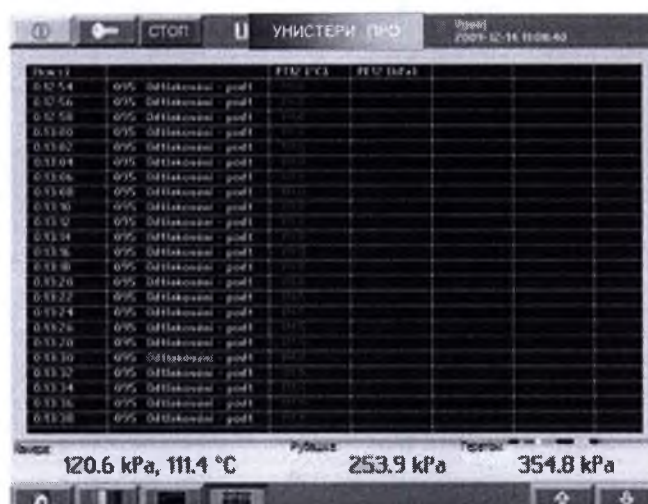

Рисунок 19 Цифровая запись
- Цифровая запись давления и температуры рисунок 19.